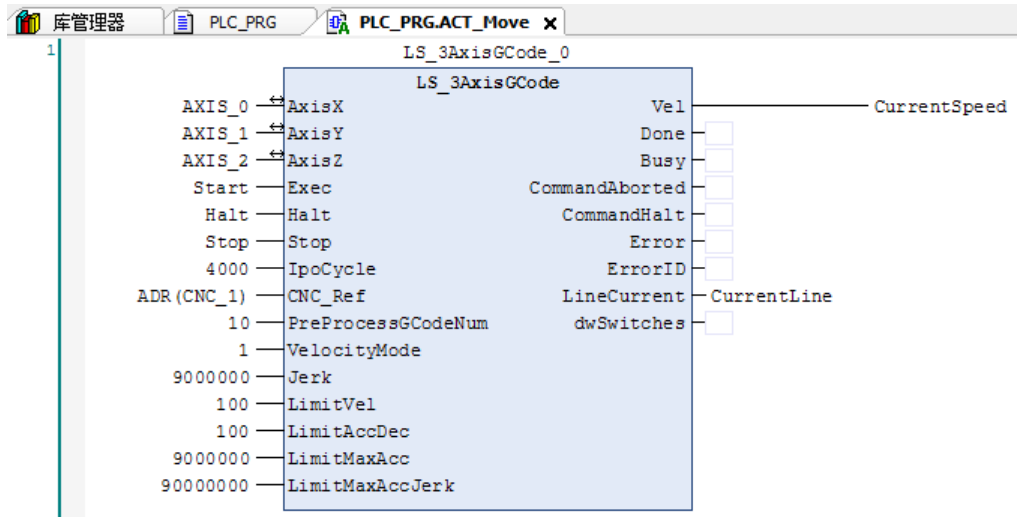

图 8.31 G 代码插补模块
3) 添加模块: 在主程序 PLC\_PRG 下新建上电模块 ACT\_Power、运动模块 ACT\_Move，并填写相应的参数和变量，实时读取插补运动的当前速度和当前执行的 G 代码行号，如图 8.31 所示。